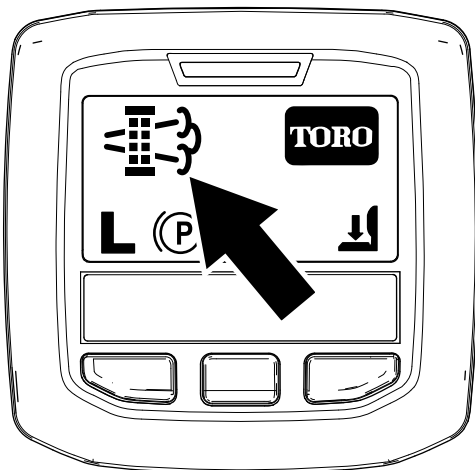

Figura 46
- Quando o computador do motor pede uma regeneração em estacionamento ou uma regeneração de recuperação, o ícone de pedido de regeneração (Figura 46) surge no InfoCenter.